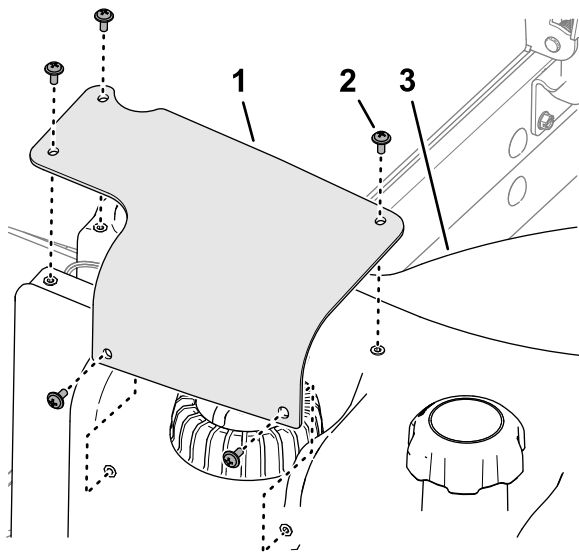

Figura 122
2. Retire los 5 tornillos Phillips que sujetan la tapa del sensor de combustible al depósito de combustible, y retire la tapa (Figura 122).